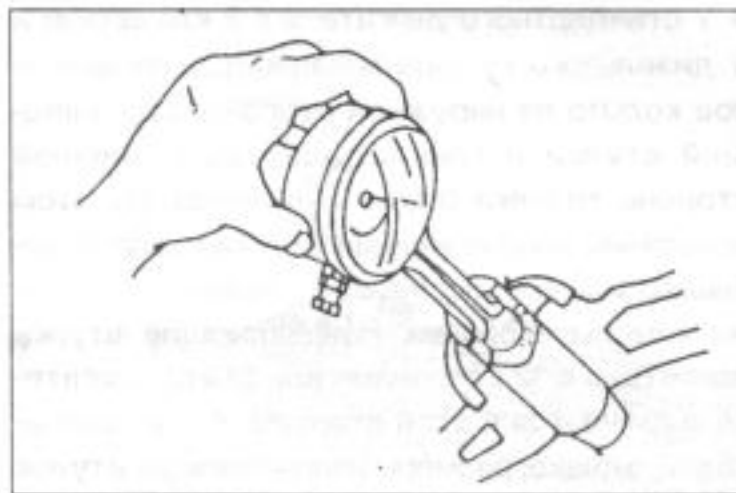

Рис. 44.
- С помощью индикатора часового типа замерять внутренний диаметр направляющий втулок, как это показано на рис. 44. Полученные размеры должны находиться в пределах величин, приведенных в таблицах параметров и габаритных размеров. При этом нужно принимать во внимание разницу между отдельными двигателями.